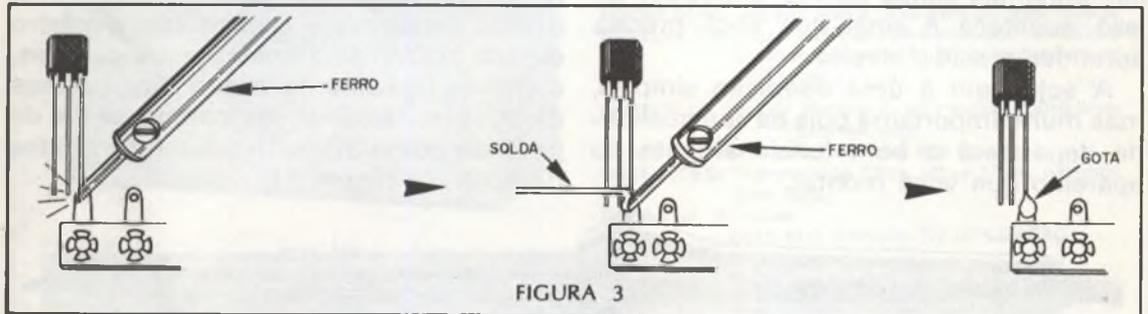

FIGURA 3
b) A soldagem: a soldagem dos componentes é feita conforme mostra a figura 3. Você deve encostar a ponta do ferro de soldar no terminal do componente que vai ser soldado de modo a aquecê-lo no local da junção. Depois deve encostar a solda não na ponta do ferro mas sim no componente, para que, derretendo a mesma envolva seu terminal formando assim a junção. O ferro deverá estar bem quente para que a solda se funda totalmente e envolva o componente no local certo. Se você não conseguir que a solda flua bem é porque seu ferro tem potência insuficiente ou então a solda é de má qualidade. A